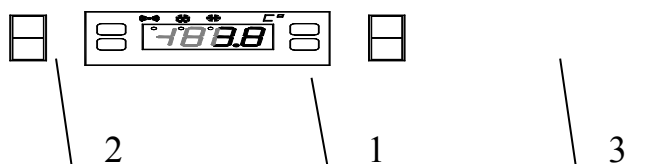

Рис.2. Панель управления среднетемпературного, универсального и низкотемпературного изделий
7.4. Панель управления представлена на рис.2 и 3.